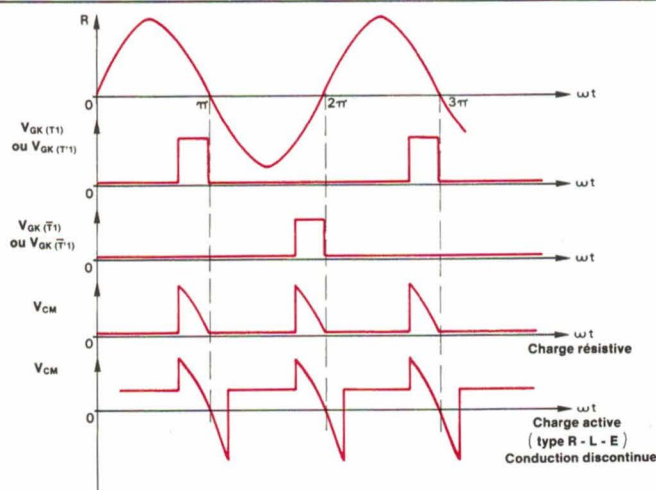

Fig. 2
- L'allure de la tension aux bornes de la charge peut dépendre de celle-ci ou non, selon le régime de fonctionnement du convertisseur (fig. 2).